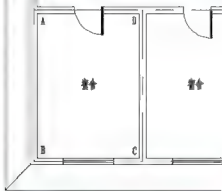

图 3.64 测量“宿舍”的净面积
(1) 执行菜单栏中的【工具】|【查询】|【面积】命令, 或在命令行输入“AREA”后按 **Enter** 键, 启动查询面积命令。
(2) 在**指定第一个角点或 [对象(O)/加(A)/减(S)]:** 提示下, 打开【对象捕捉】功能, 单击如图 3.64 所示的 A 点作为被测量区域的第一角点。
(3) 在**指定下一个角点或按 Enter 键全选**: 提示下, 依次单击如图 3.64 所示的 B、C、D 点作为被测量区域的其他 3 个角点。
(4) 按 **Enter** 键结束命令, 这样就测量出 A、B、C、D 这 4 点所围合区域的面积。
(1) 执行菜单栏中的【工具】|【查询】|【距离】命令, 或在命令行输入“DI”后按 Enter 键, 启动查询距离命令。
(2) 在指定第一点: 提示下, 捕捉图 3.64 中的 B 点作为测量距离的第一点。
(3) 在指定第二点: 提示下, 捕捉图 3.64 中的 C 点作为测量距离的第二点。